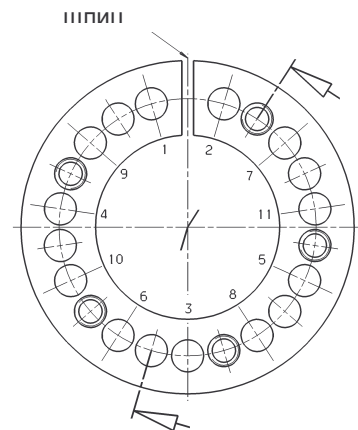

рисунок 2
7. Цилиндрические болты (5) затянуть вручную, начиная с ближнего шлица и далее меняя по диагонали (рис.2). После предварительной монтировки длинный (2) и короткий (3) зажимные кольца должны располагаться параллельно по отношению к лицевым сторонам ступицы (перекос не допустим), следует проследить, чтоб не было никаких сдвигов на шлице, при необходимости устранить их!